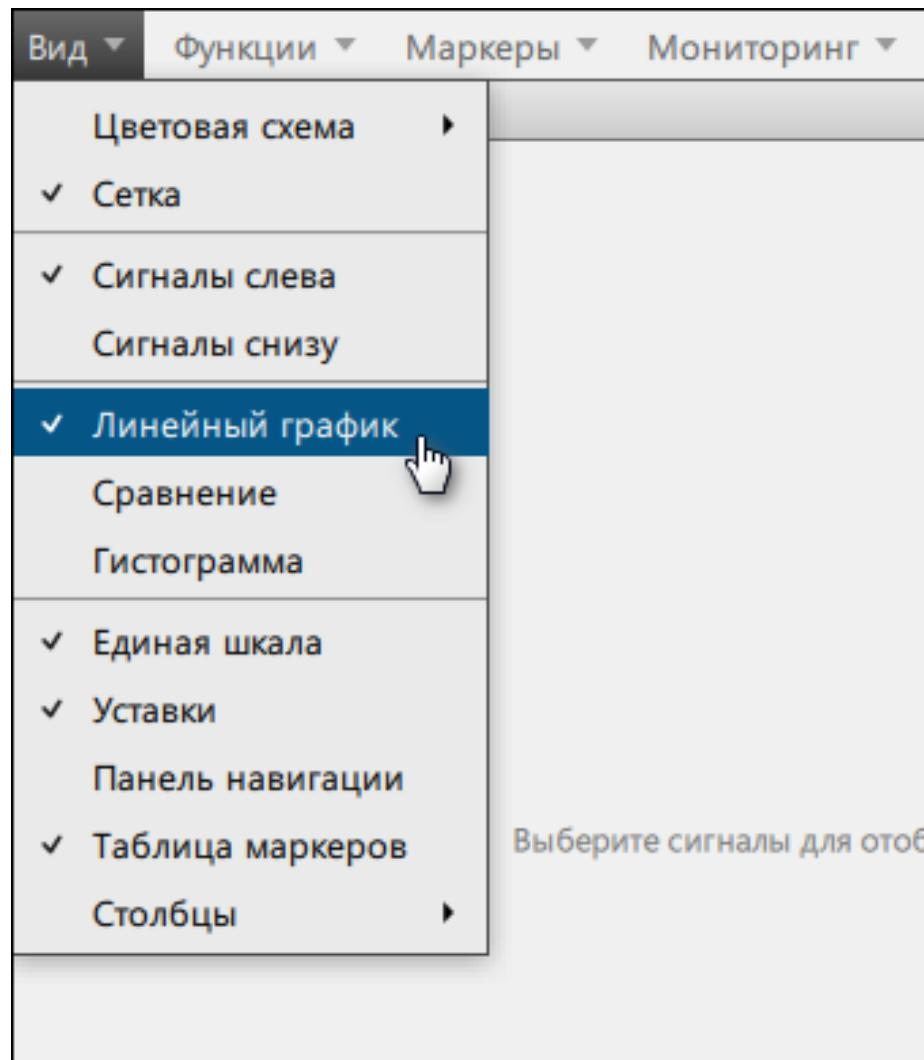

Рисунок 85 - Добавить линейный график
2. В открывшемся окне выберите **Вид → Линейный график** (Рисунок 85).